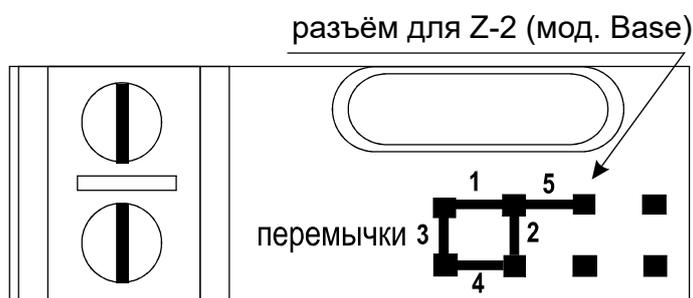
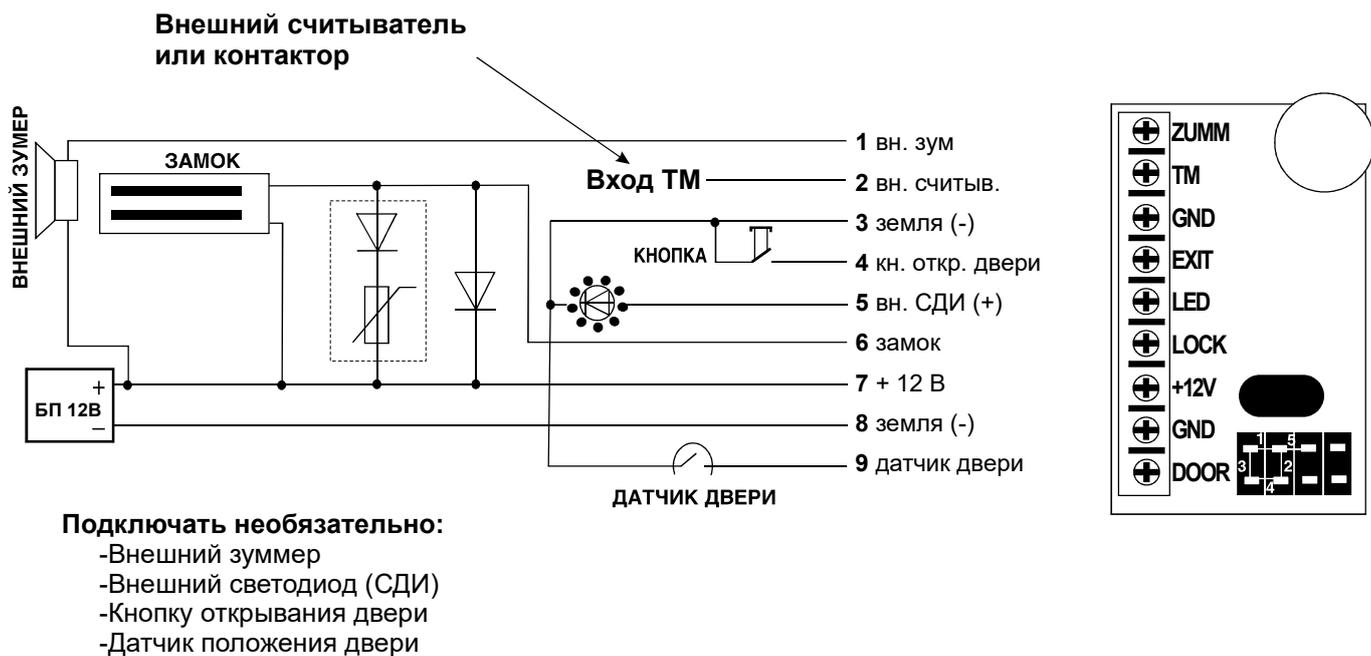

Рис. 3 Положение переключек
Рис. 6 Подключение внешних устройств
В комплект поставки контроллера Z-5R входит перемычка, которая используется для программирования контроллера (всего пять положений) (см. рис.3).
Для уменьшения этой зависимости в контроллер встроена схема гашения тока, которая превращает «лишнюю» энергию в обмотке замка в тепло, что существенно сокращает время срабатывания замка. Однако возможности схемы не безграничны, и при трафике более 25 проходов за 5 минут она может выйти из строя из-за перегрева. Для защиты схемы гашения тока для таких точек прохода необходимо установить шунтирующий диод параллельно обмотке замка. После этого время срабатывания (открывания) электромагнитного замка может возрасти на 1-3 секунды по сравнению с работающей схемой гашения тока. Если такое увеличение времени неприемлемо, то рекомендуется последовательно с диодом установить варистор на напряжение до 14 вольт и рассеиваемой энергией от 0,7 Дж (рекомендуется V8ZA2P) (см. Рис.6).
4. Установите защитный диод (см. рис.6). В случае, если замок электромеханический, установите переключку в положение 1 (см. рис.3).